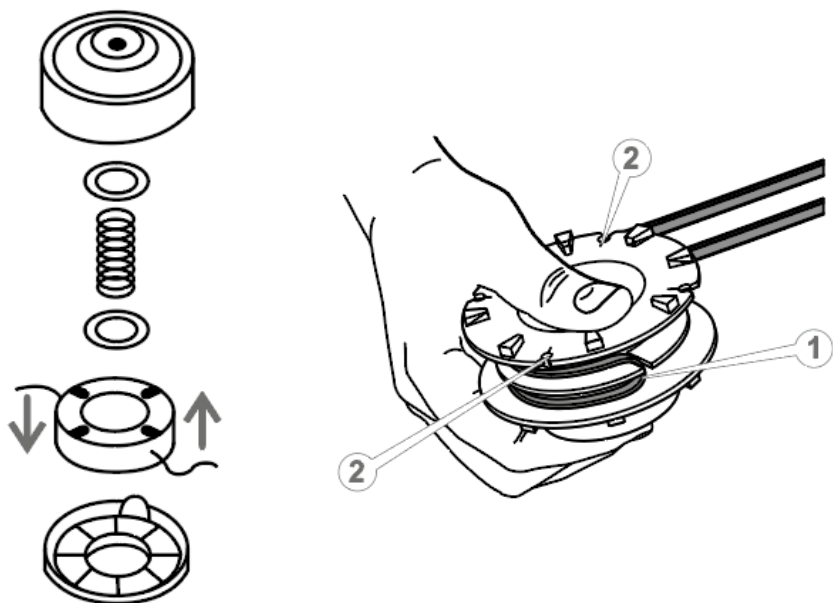

Рисунок 14. Схема заміни жилки у різальній головці.
- зняти кришку різальної головки й витягнути котушку (див. рис. 14);
- протягнути жилку на місці вигину у проріз (1, рис. 14) котушки;
- протягнути кінці жилки у прорізи (2, рис. 14) котушки і потім в отвори корпусу різальної головки. Довжина виходу кінців жилки із різучої головки не має перевищувати 15-17 см;